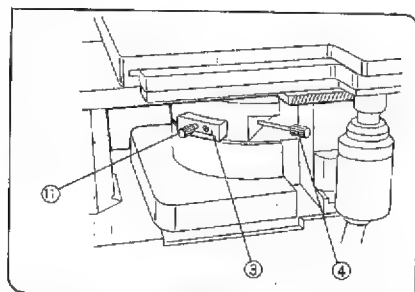

図 94
- 3) 透過微分干涉プリズム(U-DICT)③をアナライザを下側にして光路に入れ、固定つまみ④を回して固定します。(図94)
◎アナライザ(IX-AN)⑤を使用する場合は、表示面を上にしてレボルバ下のスライド溝⑥に鏡体左側から入れ、クリック位置まで押込みます。その場合、アナライザ(U-ANT)は使用しません。(図94,95)